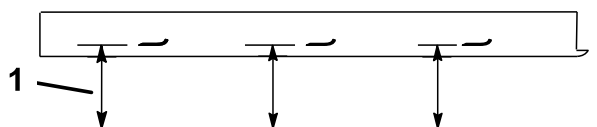

Figure 59
2. Mesurez la distance entre une surface plane et le tranchant (position A) des lames (Figure 59) et notez cette valeur.